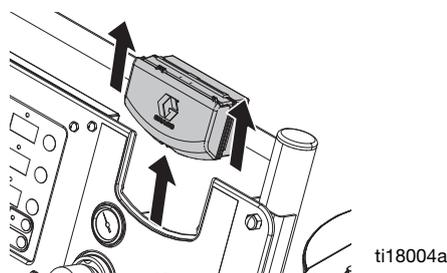

FIG. 19. Retrait du DataTrack
3. Retirer le module du DataTrack du support. Voir la FIG. 19. Mettre le module et le câble qui lui est attaché dans un endroit non dangereux.